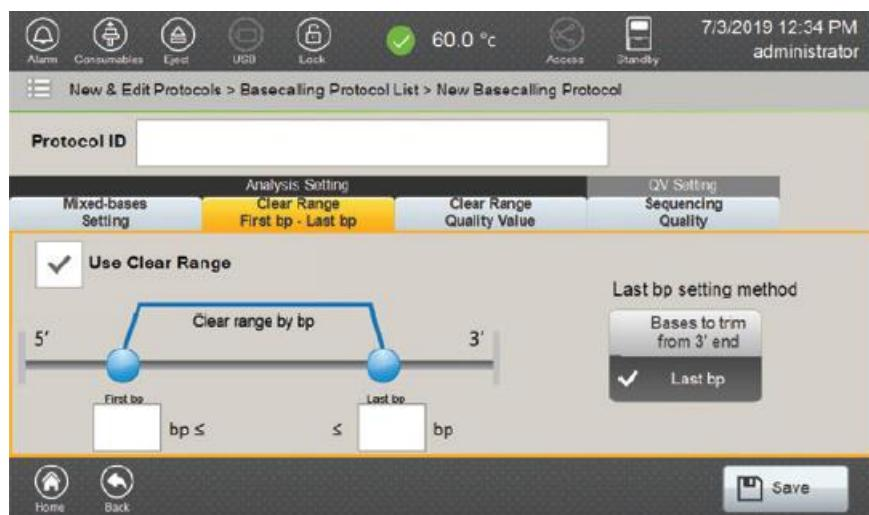
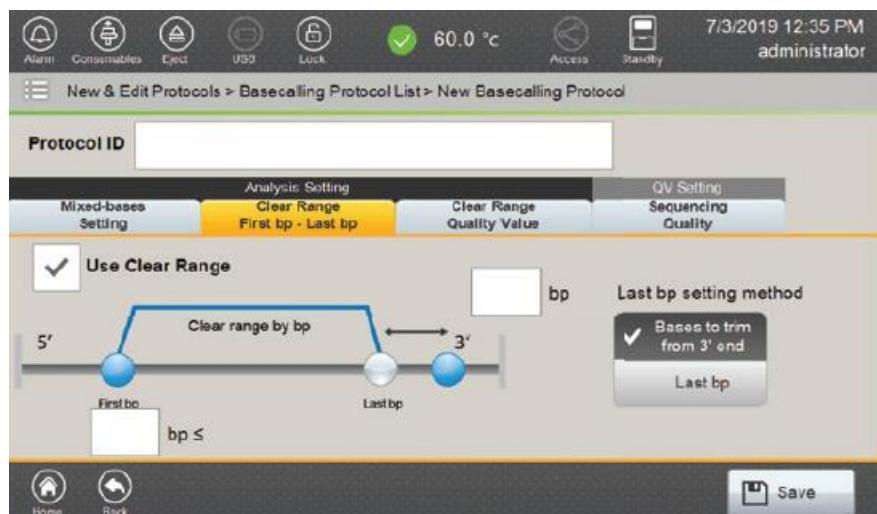

図 123 Use Clear Range : Last bp 画面
図 124 Use Clear Range : Bases to trim from 3' end 画面
| Clear RangeFirst bp-Last bp | Clear range（図 123、124）にある入力欄を使って最初と最後の bp を決めるために、"Use Clear Range" にチェックを入れてください。注：新しく Basecalling Protocol を作る場合、デフォルトでは Clear Range First bp-Last bp が無効になっています。（チェック Box にチェックが入っていません）basecalling protocol で Clear Range First bp-Last bp のメソッドを使う場合、検討される解析の first bp の位置は、First bp の項目に 5'bp を入力することで設定されます。3' end point (last bp の位置) には、clear range の 3' end を設定するための 2 つの last bp の設定メソッドが使用できます。 <ul style="list-style-type: none"> <li>• Last bp : 解析をするシーケンスの最後の bp を入力する。（Last bp の項目に 3' bp の位置を入力する）（図 123）</li> <li>• 3' end から切り取られる base : 最後の bp として定義するシーケンスの 3' end から指定した base 数を切り取ります。（切り取る base 数を bp の入力欄に入力する）（図 124）</li> </ul> First bp と Last bp や 3' end から切り取ることができる base の最小値と最大値は、それぞれ 1bp と 1200bp になります。 |
- 最初と最後の base 設定を選択するボタンを有効ために、**Use Clear Range** のボックスにチェックを入れます。(図 123)
ここにチェックが表示され有効になっている場合、解析の対象となる最初の bp の値を First bp の項目に入力します。次に 3' end から切り取る base 数を bp の項目に入力します。(図 124) この設定に基づき、解析の対象となる最後の bp は、得られたシーケンスの長さに依存します。